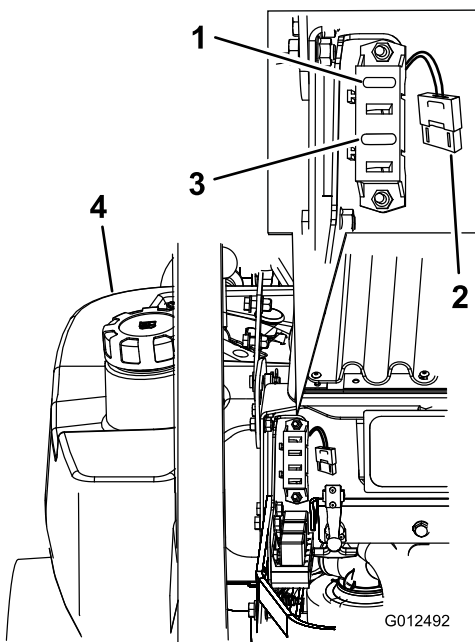

Figure 72
1. Déverrouillez et soulevez le capot pour accéder au porte-fusibles (Figure 72).
3. Remplacez le fusible (Figure 72).